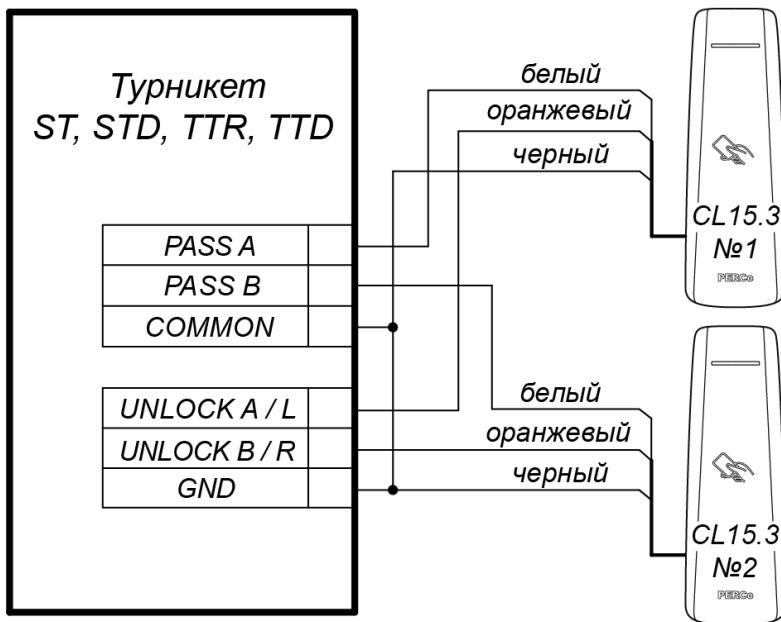

Рисунок 7. Схема подключений турникетов
- Для турникетов производства **PERCo** параметр ИУ Режим работы выхода управления должен быть установлен в значение Потенциальный (рис. 7).